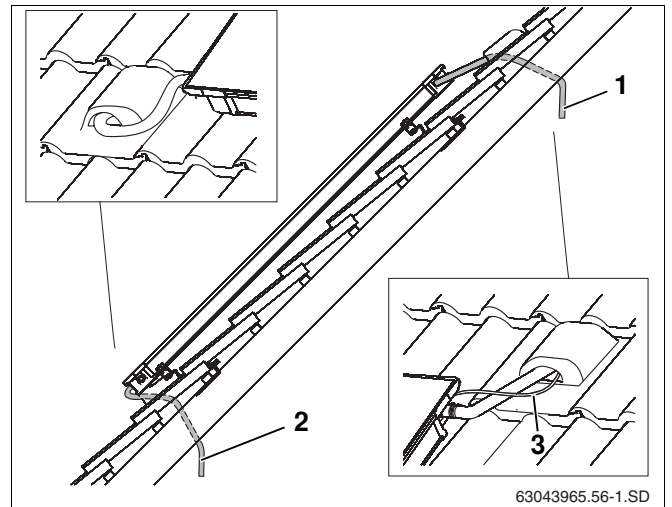

Fig. 52 Faire passer les conduites de raccordement sous le toit
- ▶ Faire passer le tube solaire avec le câble de sonde par la tuile de ventilation (fig. 52, **pos. 1**) et l'isolation du toit.